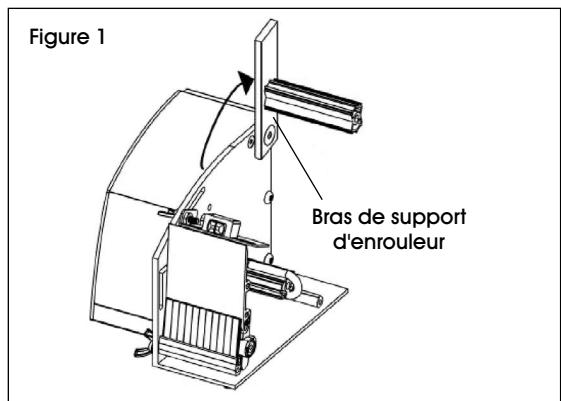

Figure 1
1. Levez le bras de support d'enrouleur à 90°, puis bloquez-le en position en utilisant la clé Allen fournie. (Voir Figure 1)